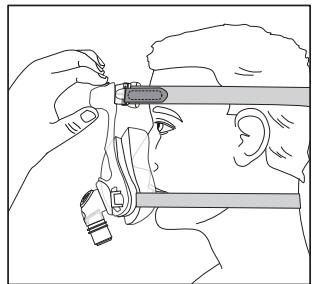

Abbildung 5
4. **Stirnreglerknopf** - Zur Druckjustierung gedrückt halten, um den Maskenkörper zum Gesicht hin oder vom Gesicht weg zu schieben (Abbildung 5). Dadurch wird der Druck auf den Nasenrücken und das Kinn erhöht oder verringert.